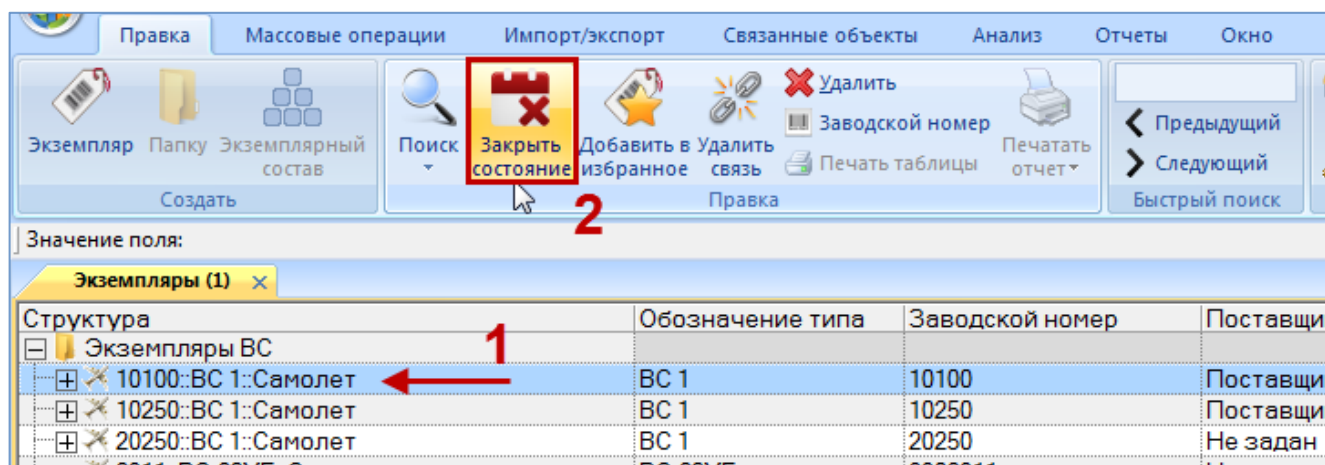

Рис. 13-355 – Закрытие состояния из рабочего окна «Экземпляры»
1) В рабочем окне «Экземпляры» (или «Избранные ВС») выбрать нужный экземпляр (1 на рис. 13-355).
2) Если он имеет открытое состояние, то кнопка «Закрыть состояние» панели «Правка» станет активной (2 на рис. 13-355).